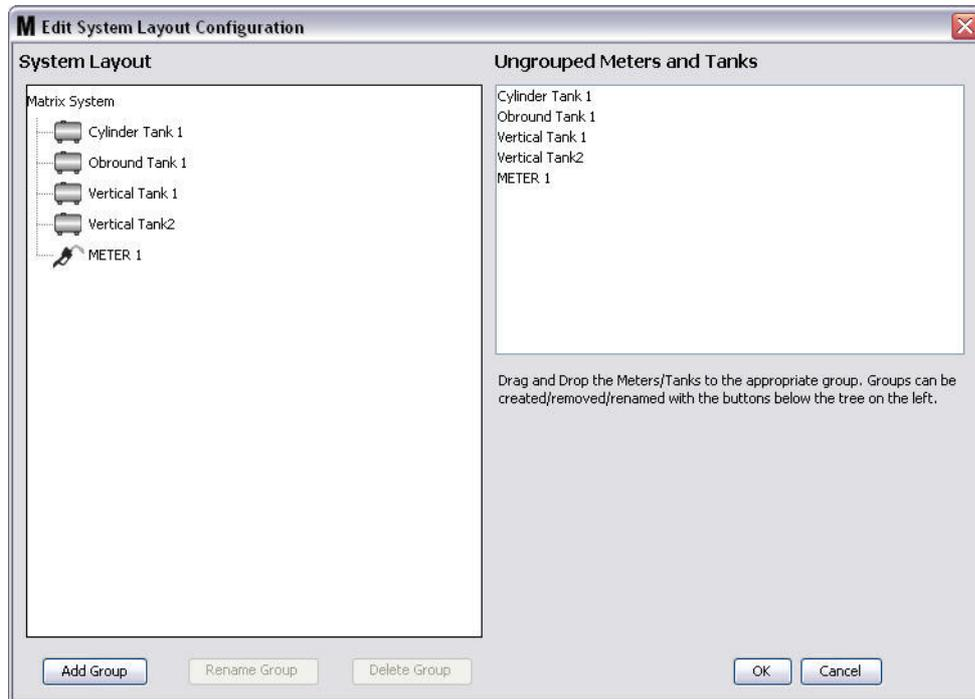

FIG. 125
- Aparecerá la pantalla de Editar configuración del diseño del sistema representada en la FIG. 125.
- Haga clic en el botón Agregar grupo (FIG. 125) para crear un nuevo grupo de dispositivos.